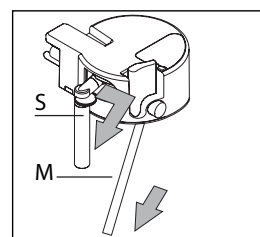

Рис. 45
- ▶ Снимите краник для молока и всасывающую трубку (Рис. 45).